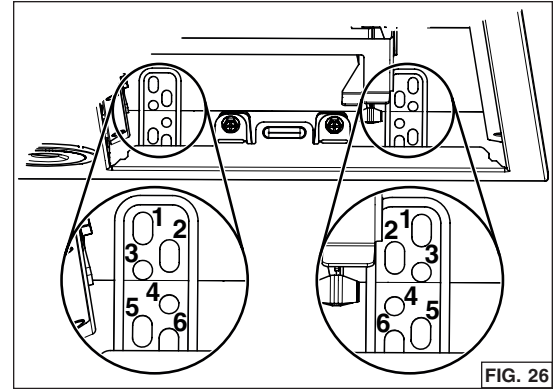

FIG. 26
- Levantar la campana hasta que su borde quede en la base del gabinete. Sujetar la campana al gabinete usando 4 tornillos para madera n.º 8 x 5/8 pulg. incluidos en la bolsa de piezas (2 tornillos a cada lado). Usar los orificios superiores o inferiores (1, 2, 3, 4, 5 o 6) (FIG. 26).